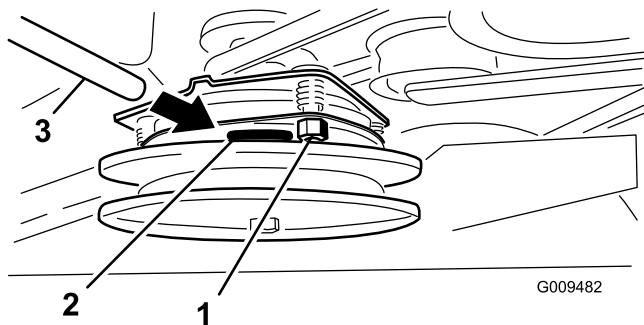

Bild 61
2. Sollte eine Einstellung erforderlich sein, stellen Sie 0,381 mm für jede der drei Einstellungsschlitzpositionen ein. Ziehen Sie die Sicherungsmuttern fest, bis die Fühlerlehre etwas fest sitzt, jedoch leicht bewegt werden kann (Bild 61).